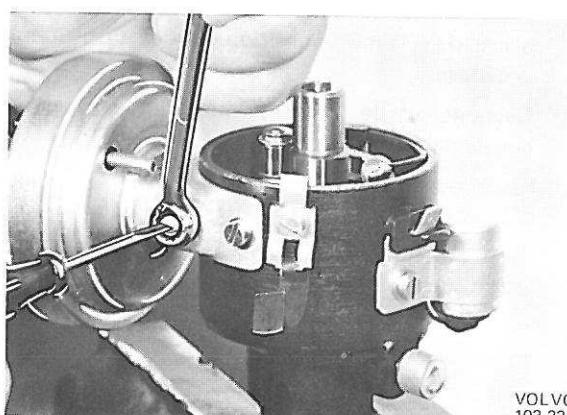

Fig. 3-46. Excentrique pour réglage de retard maxi à l'allumage
4. Faire passer le flexible à dépression sur le tube métallique sur le régulateur à dépression (membrane secondaire) et contrôler que le mécanisme de retard à l'allumage fonctionne d'une manière satisfaisante. Si le retard à l'allumage est trop grand ou trop petit, régler en desserrant le contre-écrou et en faisant tourner l'excentrique, fig. 3-46.